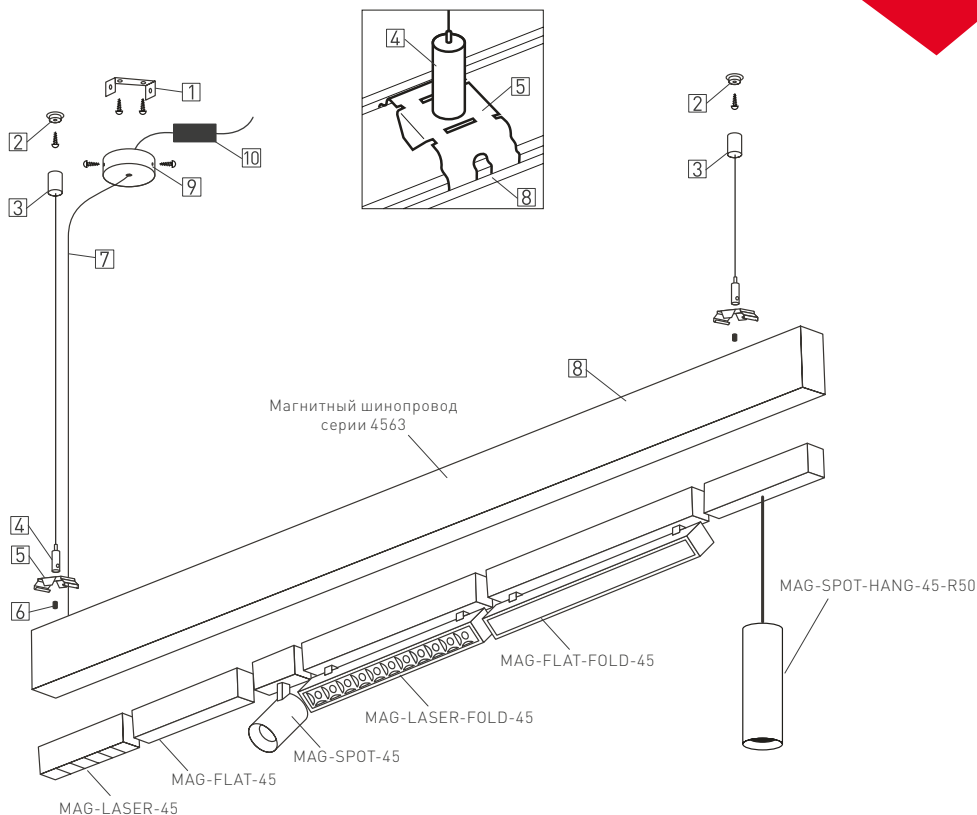

Рис. 3. Установка шинопровода на подвес
- 3.7. Закрепите на монтажной поверхности резьбовые втулки [2] из комплекта подвеса MAG-HANG-45 и наверните на них ответные части с продетым в них тросом [3] (здесь и далее см. рис. 3).